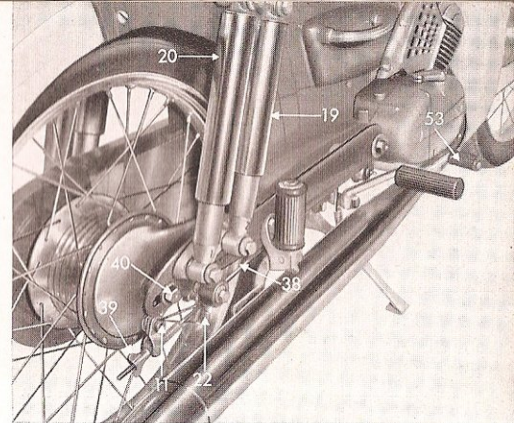
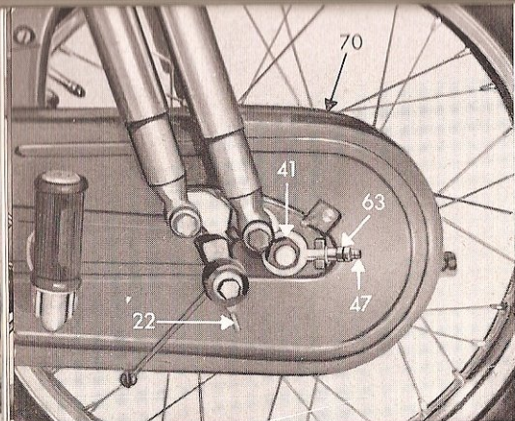

Fig. 10
Fig. 11
#### 7º Desmontagem e montagem da roda traseira (fig. 10)
- b) Desligar a conexão entre alavanca de travão e tirantes 38 soltando a porca de orelhas 39 (fig. 10) e puxar para trás o encaixe de ligação
- c) Soltar o eixo 40 (fig. 10) no lado direito do veículo
porca 11 (fig. 10) que fixa a alavanca de travão não deve ser soltada.
#### 8º Afinação da tensão da corrente (fig. 10 e 11)
Para a afinação da corrente devem-se soltar o semi-eixo 40 (fig. 10), a porca do falange da corrente 41 (fig. 11) e a porca de tensão da corrente ou seja a contra-porca 63 no esticador 47 (fig. 11).
Agora estica-se a corrente girando a dianteira porca de tensão 63 (fig. 11) até se atinge a correcta tensão da corrente (aprox. 1 cm descair). Feito a afinação apertam-se mais uma vez a porca de tensão ou seja a contra-porca 63 assim como a porca 41 (fig. 11) e o eixo 40 muito bem.
As cabeças dos amortecedores são equipadas com engraxadores de esferas que precisa de vez em quando um pouco de óleo. Quando a máquina está equipada com dois pares de amortecedores pode-se desligar o par da frente 19 virando as trancas do lado esquerdo e direito 22 (fig. 11) pelo que a suspensão torna-se mais macia com pouca carga (o condutor só).
- a) Virar a porca de orelhas 39 (fig. 10) tanto para trás até a roda traseira tenha jogo livre